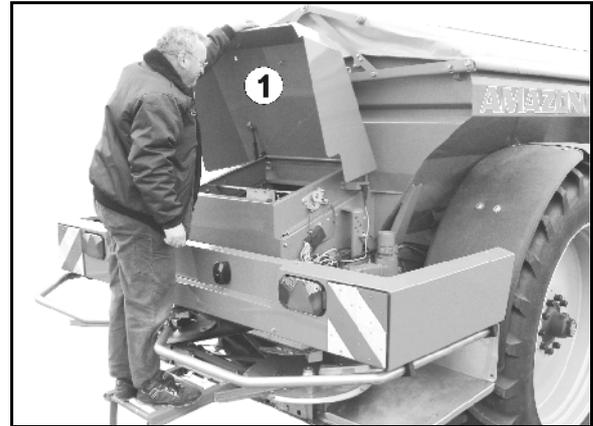

Fig. 79
1. Verriegelungsknopf der Haube (Fig. 79/1) lösen.